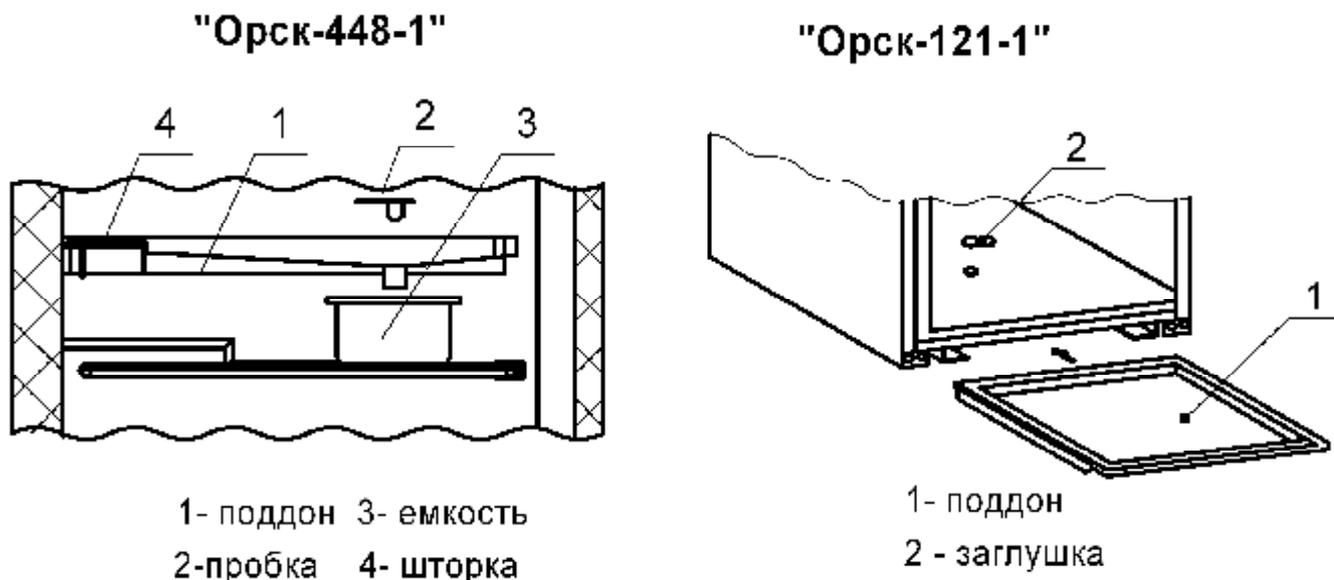

Рис.6
4.3. Для обеспечения хорошей циркуляции воздуха и правильного распределения температур в модели «Орск-448-1» следует шторку над дверкой низкотемпературного отделения открыть. Шторкой поддона (рис. 6) регулируют температуру в холодильном отделении в зависимости от температуры окружающей среды и загрузки продуктами отделений холодильника.
- в моделях «Орск-448-1» выньте пробку 2 (см. рис.6) из сливного отверстия поддона, закройте шторкой квадратные отверстия в поддоне и установите под ним на верхней полке холодильного отделения любую емкость, достаточную для сбора талой воды, стекающей из низкотемпературного отделения. После оттаивания воду слейте и выполните уборку холодильника в соответствии с п.3.6;
- в модели «Орск-121-1» нужно снять заглушку из сливного отверстия, расположенную на дне морозильной камеры. После оттаивания выдвинуть поддон (рис. 6) с талой водой, воду из поддона вылить, выполнить уборку холодильной и морозильной камер, поддон вымыть поставить на место и задвинуть до упора. Проверьте, чтобы конец трубы слива находился в поддоне слива (рис. 5). Выполнить уборку холодильника в соответствии с п.3.6.